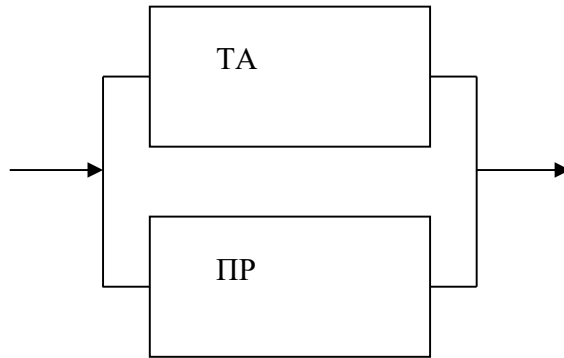

Рис. 1. Система из двух элементов
1. Система состоит из двух элементов: технологического агрегата (ТА) и обслуживающего этот агрегат промышленного робота (ПР) (Рис. 1).